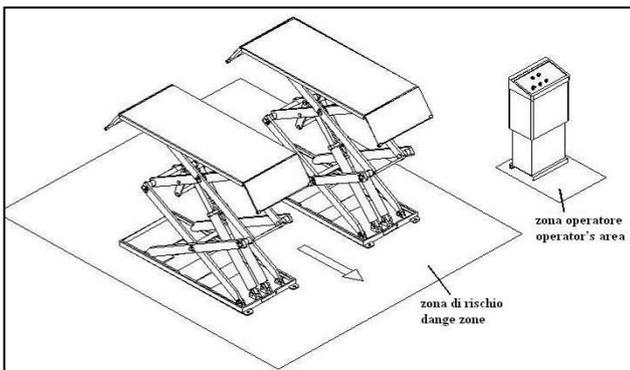

рис. 7
- не входить в опасную зону при подъеме автомобиля (рис. 7)